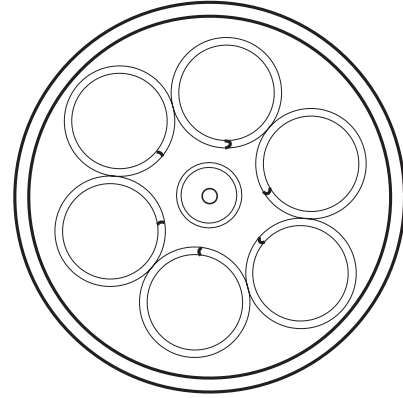

Figura 4 - Extremos de bobina de resorte apuntando hacia el vástago del actuador
- H. Reemplace el nuevo diafragma (25) en la placa del diafragma (26).
- I. Actuador de tamaño 3, cubra las roscas de la tuerca hexagonal (23) y las superficies del espaciador (22) con el compuesto de níquel Chesterton 725 o equivalente. Todos los demás tamaños, cubra las roscas del vástago del actuador (10) y las superficies de la arandela (22) con Dow Corning Sealant Compuesto III o igual.
- J. Compruebe la colocación del espaciador (14 y 22), vuelva a montar el diafragma (25), la placa del diafragma (26) y la arandela (22), luego apriete el sujetador (23) en las ubicaciones adecuadas.
- K. Coloque los resortes (21) y los espaciadores de resorte (18) [si se utilizan] en la placa del diafragma.
**Nota:** Coloque los resortes de modo que los extremos de la bobina estén apuntando hacia el vástago del actuador como se muestra en la Figura 4. Este paso asegura el mejor rendimiento del actuador.
- L. Reemplace la caja superior del diafragma (24) y los pernos de tensión.
**Nota: Si el único mantenimiento es el reemplazo de las arandelas de sellado (15), continúe con el Paso M.**
- I. Quite la caja inferior del diafragma (17).
- J. Reemplace el limpiador de vástago (11) y las juntas tóricas (12 y 13).
- K. Cubra las juntas tóricas (12 y 13) y dentro de la ranura de la junta tórica del yugo (31) con Dow Corning Compuesto III (o equivalente).
- L. Coloque la caja del diafragma (17) en el yugo.
- M. Cubra la superficie de las guías de resorte (29) en contacto con la caja del diafragma con Dow Corning Sealant Compuesto III o equivalente. Monte las guías de resorte (29), las arandelas de sellado nuevas (15) y los tornillos de tapa (16) en este orden.
- N. Vuelva a instalar el subconjunto del vástago del actuador (10) en el buje del yugo. Gire el vástago del actuador en el inserto (6), (tamaño 10), o en el conector del vástago superior (4), (tamaño 16 y 23). En el caso del actuador de tamaño 6, gire el vástago del actuador en el vástago del tapón después de instalar el conector del vástago (2). Gire hasta que el espaciador del vástago (14) entre en contacto con la caja de diafragma inferior (17).
- O. Apriete la contratuerca (32) contra el inserto del conector (6), (tamaño 10), o contra el conector del vástago superior (4), (en tamaños 16 y 23). En el caso del actuador de tamaño 6, bloquee la brida del vástago (2) y las dos tuercas de seguridad (1) contra la parte inferior del vástago del actuador.
- P. Coloque los resortes (21) y los espaciadores de resorte (18) [si se utilizan] en la placa del diafragma.
**Nota: Coloque los resortes de modo que los extremos de la bobina estén apuntando hacia el vástago del actuador como se muestra en la Figura 4. Este paso asegura el mejor rendimiento del actuador.**
- Q. Reemplace la caja superior del diafragma (24) y los pernos de tensión (27 y 28).
- R. Apriete los pernos de tensión (27 y 28) en pasos iguales hasta que las cajas se encuentren. Reemplace los tornillos de tapa restantes (20) y las tuercas (19).